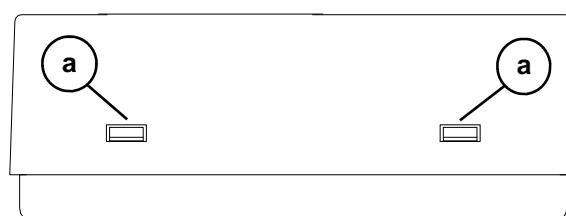
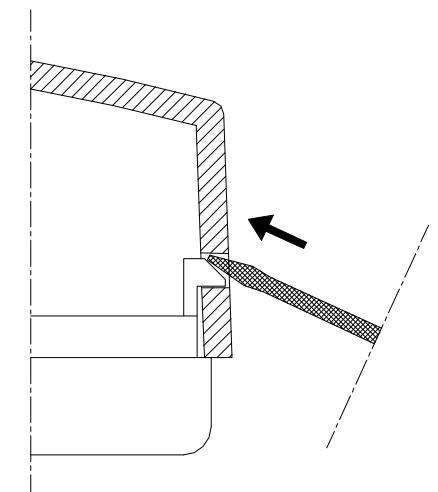

Fig. 3: Posizione dentini plasti
Fig. 4: Apertura calotta tramite cacciavite
- Rimuovere la calotta plastica spostando verso l'interno, con l'aiuto di un utensile (Fig. 4), i due dentini plasticci (a) posti su uno dei due fianchi (Fig. 3).
- Déplacer la calotte plastique en faisant pression vers l'intérieur avec l'aide d'un ustensile (Fig. 4), les deux cavaliers plastiques (a) situés sur un des deux côtés (Fig. 3).
- Suivre les instructions pour les branchements électriques selon le schéma de la Fig. 4.
- Remover la tapa de plástico, desplazando hacia el interior con la ayuda de algún utensilio (Fig. 4), los dos dientecitos de plástico (a) ubicados en uno de sus lados como en la Fig. 3.